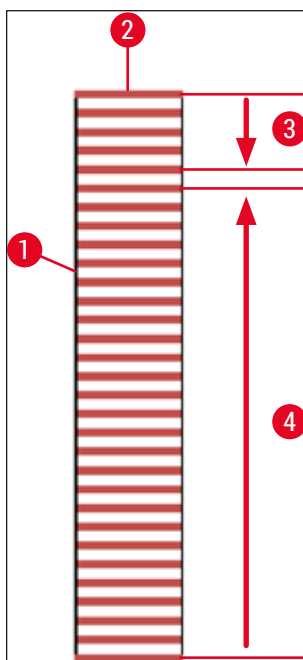

Fig. 74
De 5 første platene påsettes alltid dekkglass først for å forhindre at objektglass tørker ut under behandling. Deretter beveger stativet seg oppover og fortsetter påsettingen av dekkglass med det siste objektglasset i stativet (→ Fig. 74).
- Den skjematiske visningen (→ Fig. 74) av et stativ (→ Fig. 74-1) med innsatte objektglass (→ Fig. 74-2) viser sekvensen under behandlingen.